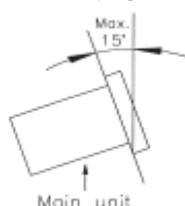

Figura 1
• El reproductor funcionará normalmente cuando la unidad principal esté montada con el panel frontal a no más de 15 grados del plano vertical. Si la unidad se inclina excesivamente, los discos podrían no cargarse o descargarse adecuadamente. (Figura 1)